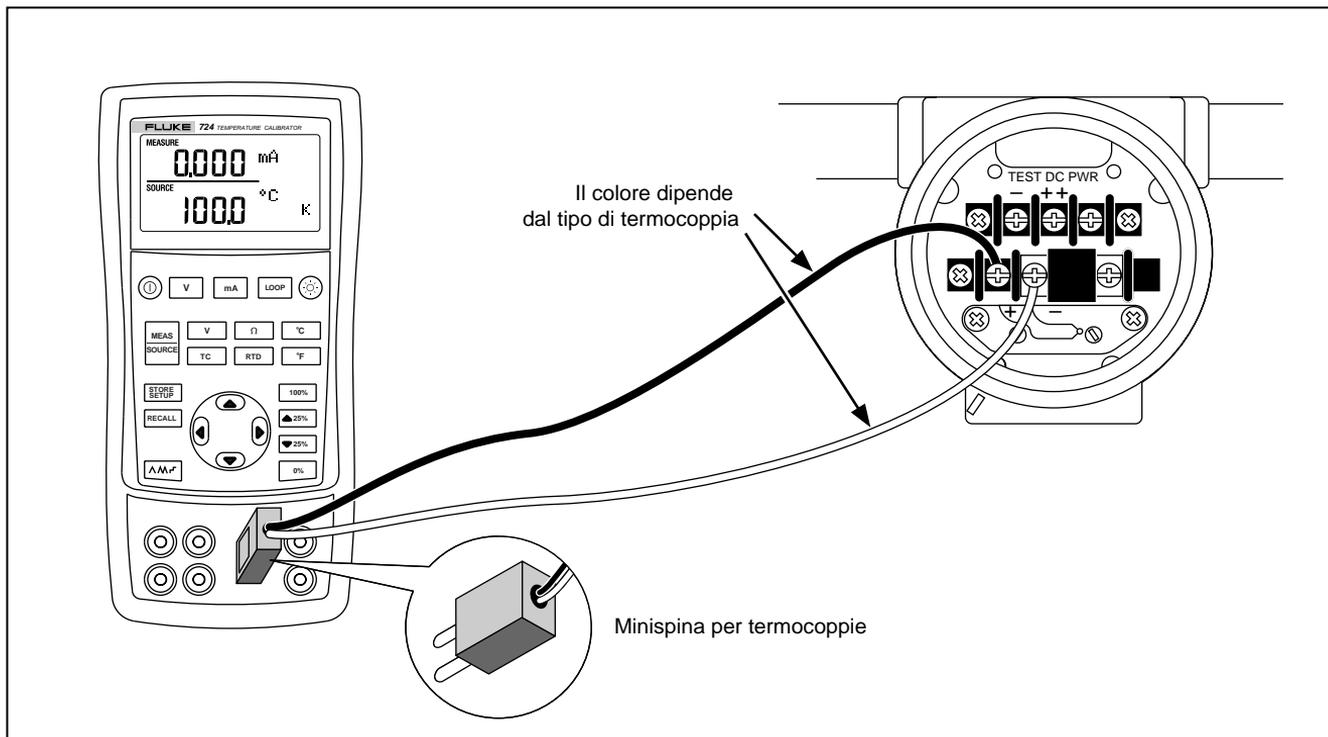

Figura 13. Connessioni per la simulazione di una termocoppia
Una lama è più grossa dell'altra: non cercare di forzarla nel foro polarizzato sbagliato. La figura 13 mostra questo collegamento.
1. Collegare i conduttori della termocoppia alla minispina per termocoppie e inserire quest'ultima nel terminale di ingresso/uscita TC del calibratore, come indicato nella figura 13.